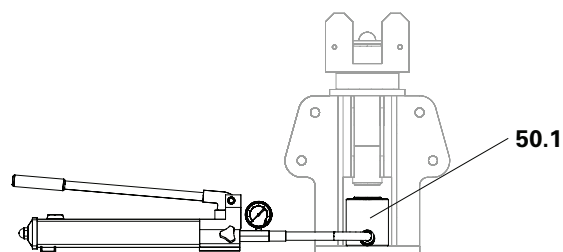

Fig. C2.01a
1. Inserire il cilindro idraulico (50.1) nell'albero di testa (2.1). (Fig. C2.01a)